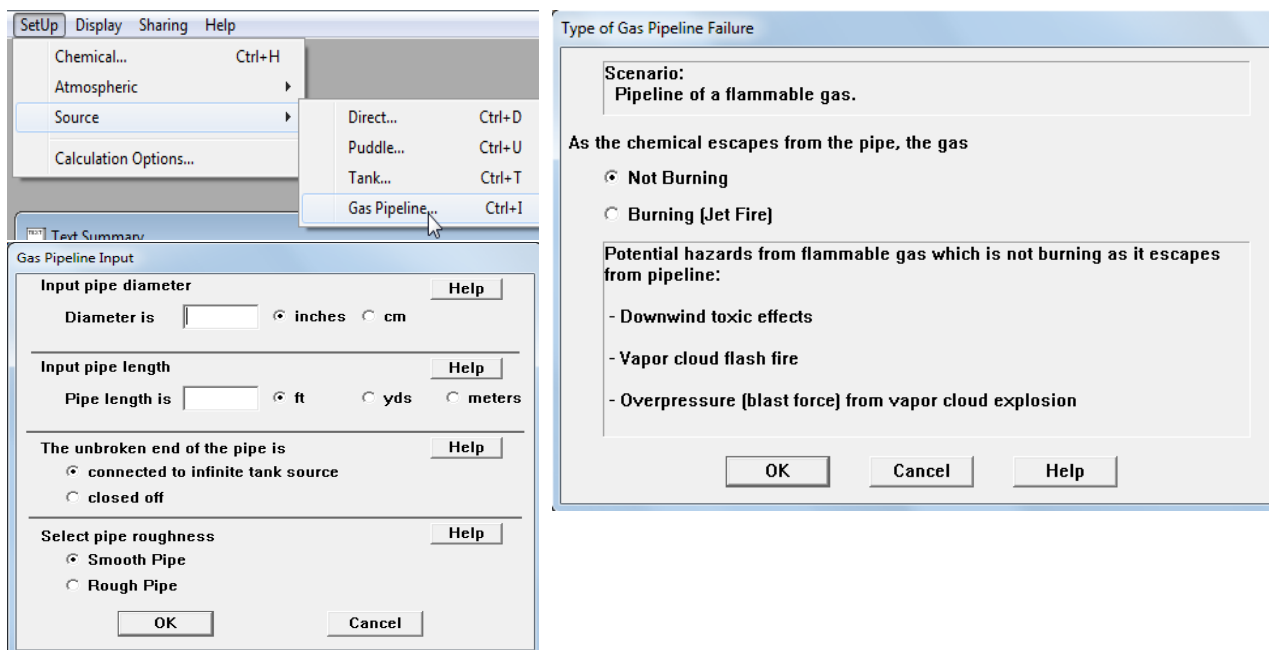

Рисунок 1.11 – Резервуар
– Gas Pipeline/Газопровід(рис.1.11). Труба під тиском, що містить газ, або підключена до дуже великого резервуару, або не підключена до будь-якого сховища.